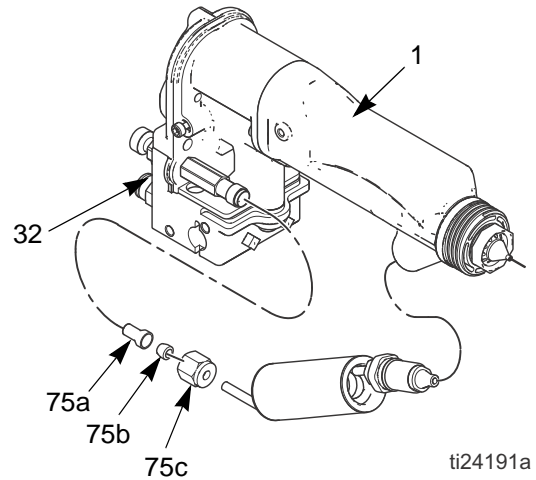

FIG. 10. HC Dönüştürme Seti
1. Türbin havasını (TA) kapatın.
5. Tutma halkası (24) ve hava başlığı (25) ve tabakayı (26) çıkartın.
6. Somunu (35) gevşetin ve akışkan tüpü (39) ve yüksüklerini (33, 34) akışkan bağlantısından çıkartın. Tabanca namlusu girişindeki diğer parçaları (33, 34, 36, 37, 39) çıkartın.
7. Namlu dişlerinin temiz ve kuru olduğundan emin olun. Graco Parça No. 116553 dielektrik gresini akışkan bağlantısı dişlerin ve o halkalarına uygulayın. Rakoru namlu girişine vidalayın. Bkz. FIGURE 10.
8. Somunu (75c), yüksüğü (75b) ve braket adaptörünü (75a) tüp üzerinde kaydırın. Tüpün ucunu bağlantı elemanına (32) takın. Yüksük yatağının bağlantı elemanına uyduğundan emin olun. Somunu (75c) sıkın.